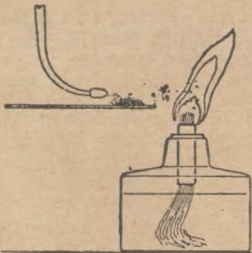

Рис. 144. Вдувание порошка извести в пламя спиртовой лампы.
*Задача 29.* Насыпьте на конец жестяной пластинки или бумажки сухого рыхлого порошка извести и сдувайте его в пламя спиртовой лампочки при помощи паяльной трубки (рис. 144)